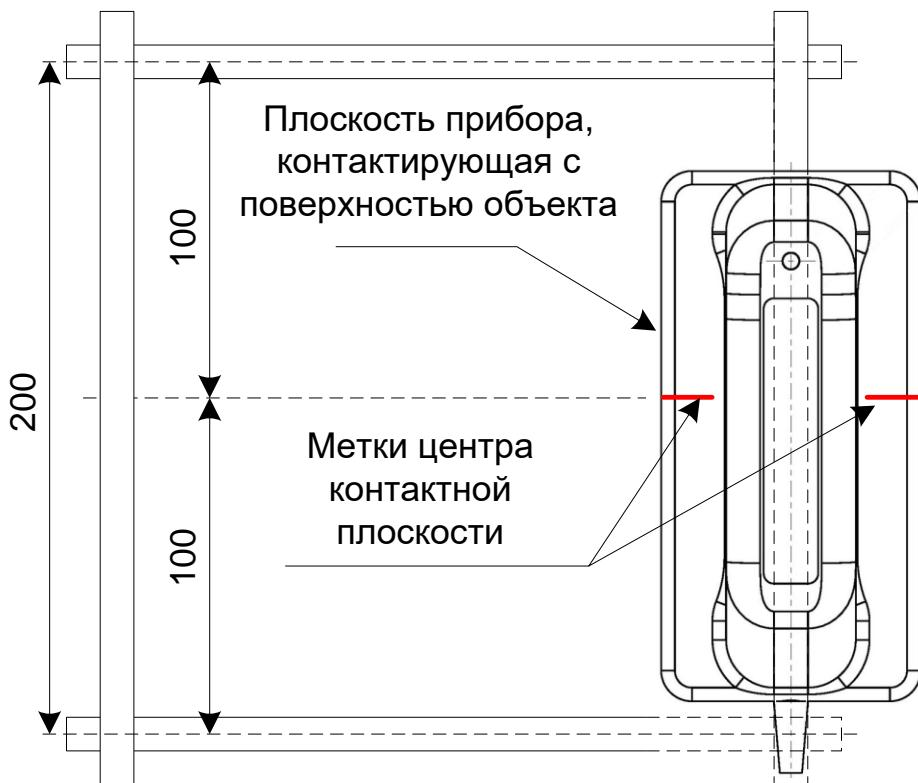

Рисунок 2 – Пример правильного расположения контактной поверхности прибора
**Примечание** – Центр контактной плоскости прибора при измерениях (рис. 2) должен быть установлен строго на середину межцентрового расстояния между поперечными элементами сетки арматуры.